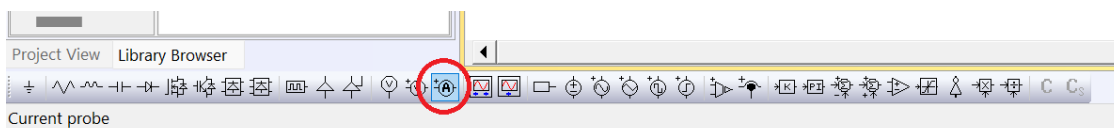

Figura 7 – Amperímetro
5) Para medir a corrente no circuito elétrico precisamos do amperímetro. Na Figura 7, podemos observar o Amperímetro que deve ser ligado em série com o circuito.